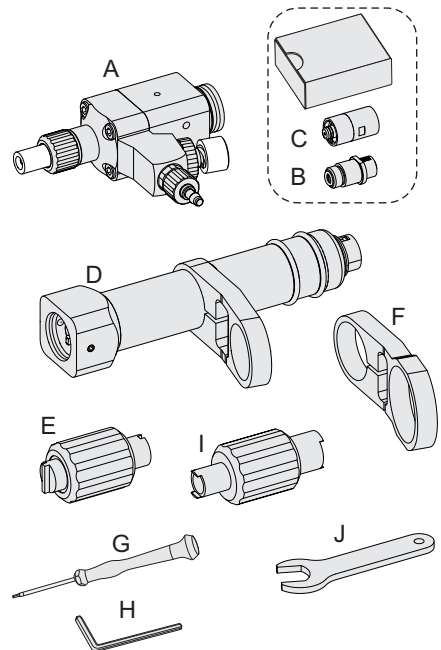

Abb. 1
- Abb. 1 Legendenummer, Referenz auf eine Abbildung